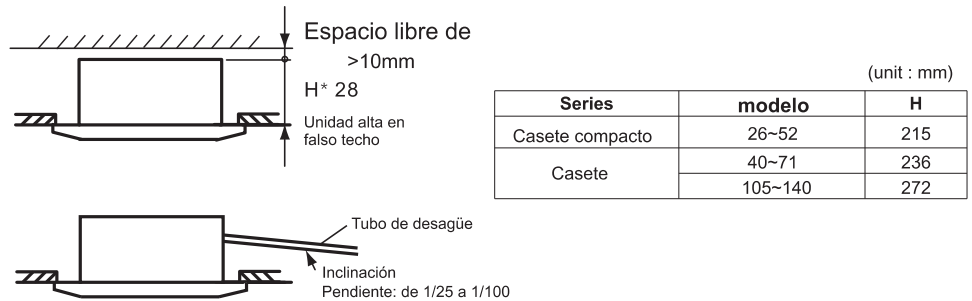

Imagen 3.2 Ubicación de instalación de la unidad interna
- Seleccione la ubicación de instalación siguiendo la Imagen 3.2: